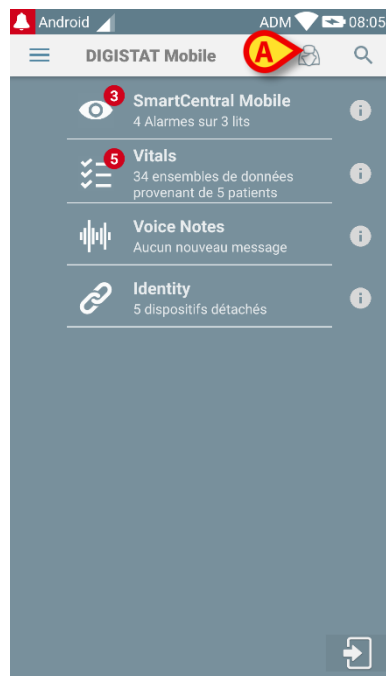

Fig 43
- taper sur l'icône  (Fig 43 **A**).